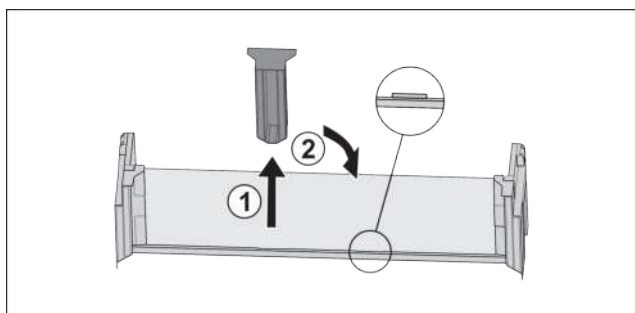

Fig. 43
- Mittleres Halteteil abziehen Fig. 43 (1).
- Mittleres Halteteil auf zweiter Position einsetzen Fig. 43 (2).